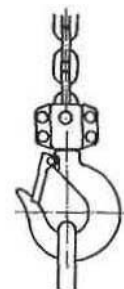
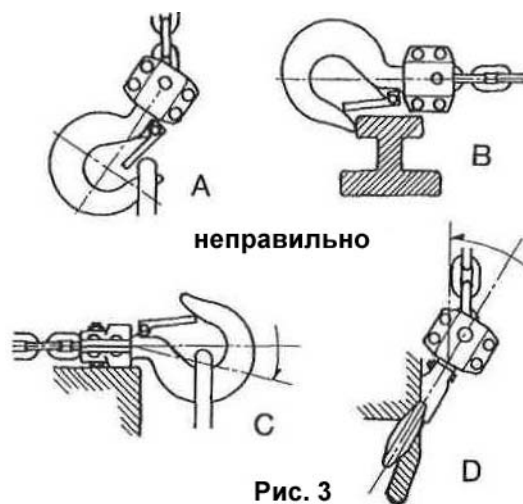

Рис. 2
Рис. 3
2. Повесьте груз по центру нижнего крюка (Рис. 2). Неправильная фиксация груза может привести к травмам персонала, а также повреждениям тали и груза. **Никогда** не фиксируйте груз на крюк перед предохранительной щеколдой (А, Рис. 3), **никогда** не фиксируйте груз на конце крюка (В, Рис. 3), **никогда** не фиксируйте груз не по линии центра (С, Рис. 3), **никогда** не фиксируйте груз, когда крюк под наклоном (D, Рис. 3).